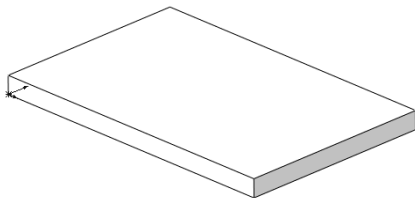

图 4-109 创建底座
**05** 拉伸形成实体。选择菜单栏中的“插入”→“凸台/基体”→“拉伸”命令，或者单击“特征”控制面板中的“拉伸凸台/基体”图标，弹出图 4-108 所示的“凸台-拉伸”属性管理器。设定拉伸的终止条件为“给定深度”。输入拉伸距离为 6.00mm，保持其他选项的系统默认值不变。单击属性管理器中的“确定”图标。结果如图 4-109 所示。
**06** 新建草图。选择图 4-109 中的上表面作为绘制图形的基准面，单击“草图绘制”图标，新建一张草图。